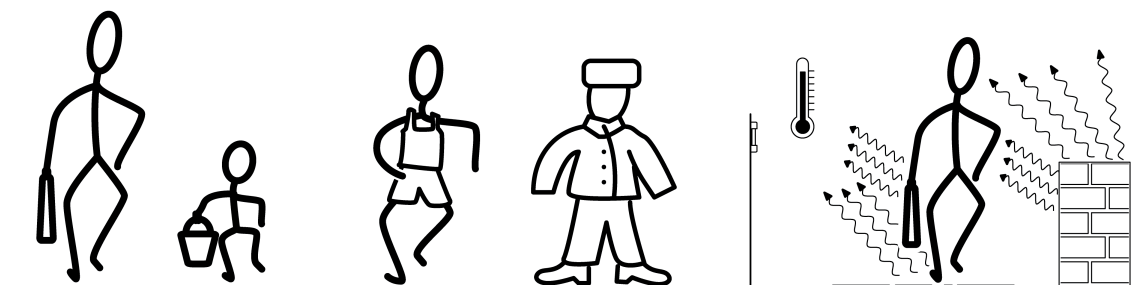

Рисунок 5: Размер, изоляция и контрастность тепловых источников
- Размер теплового источника, например взрослый или ребенок (рисунок 5)
- Температура теплового источника: интенсивность излучения поверхности с температурой 37 °C выше чем с температурой 10 °C (рисунок 5).
- Контрастность между тепловым источником и окружающей средой: при одинаковой интенсивности излучения теплового источника и окружающей среды распознавание значительно усложняется (рисунок 5).